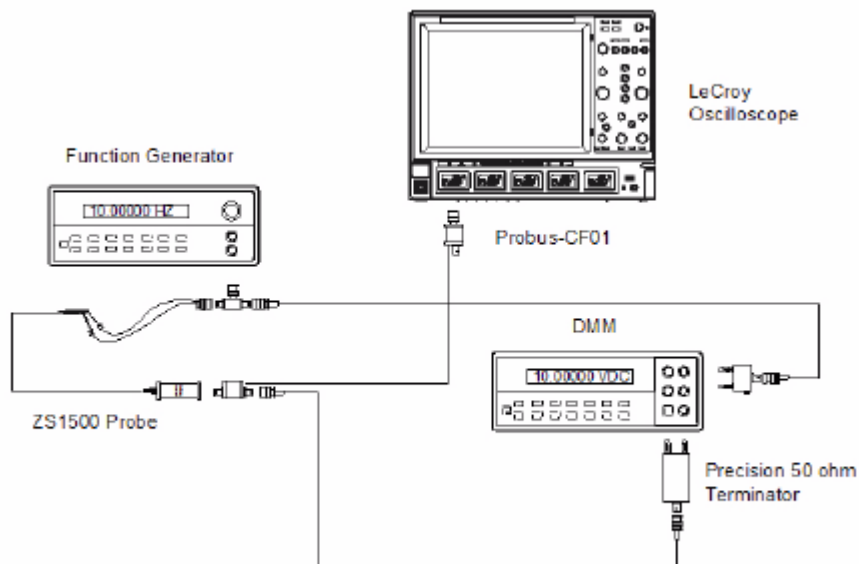

Figure 7-3. LF Attenuation Accuracy setup
1. 電源に接続されたバナナプラグアダプタからBNCのTコネクタを取り外します。そのBNCTコネクタをファンクションジェネレータの出力に接続します。（ファンクションジェネレータの出力が50Ω負荷を必要とする場合、50Ω終端を使用します） Figure 7-3を参照。